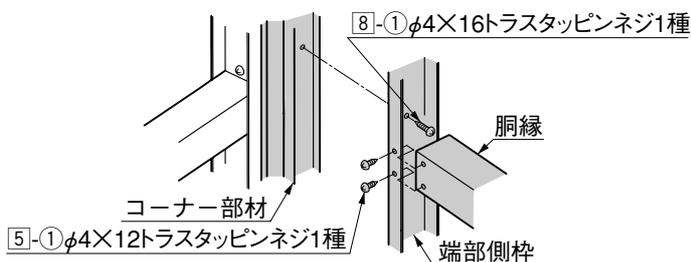
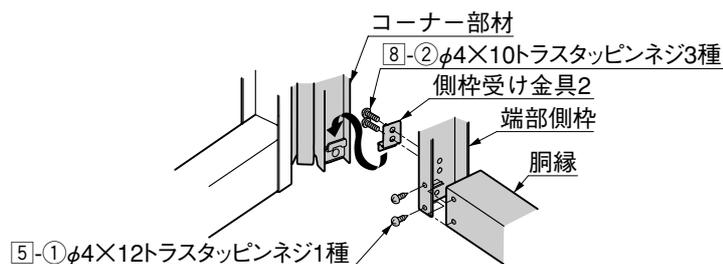

図5-8 E部詳細
図5-9 F部詳細
- ⑥ 端部側枠に側枠受け金具2, 側枠受け金具3を8-2で取付けてください。(図5-7、図5-9参照)
- ⑦ コーナー部材に端部側枠を差込み、8-1と8-2で固定してください。(図5-7、図5-8参照)
- ⑧ 端部側枠に胴縁を5-1で取付けてください。(図5-7、図5-8、図5-9参照)